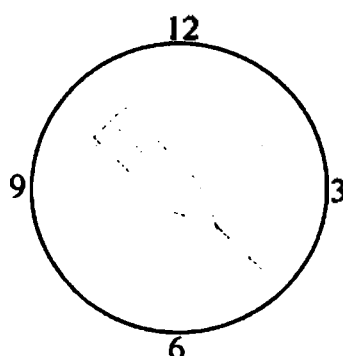

Рисунок 2
- Отрегулировать указательный фланец иглы так, чтобы игла была перпендикулярна овальной ямке (обычно в направлении между 3:00 и 5:00 часами на воображаемом часовом циферблате, если смотреть от ног пациента). (См. Рисунок 2 с увеличением в 2,9 раза).